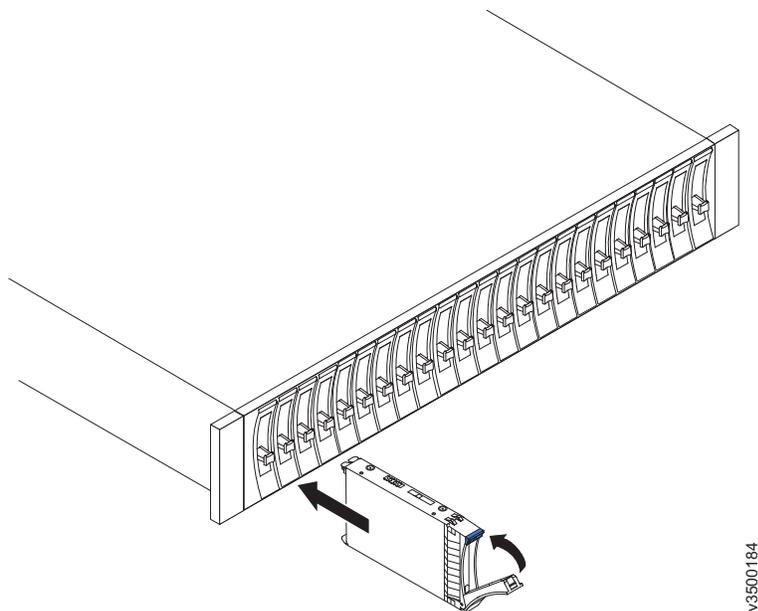

Figura 99. Instalando e bloqueando uma unidade de 2,5 polegadas em seu slot
13. Alinhe o conjunto de unidades com os trilhos da guia no compartimento (consulte Figura 99 na página 349).